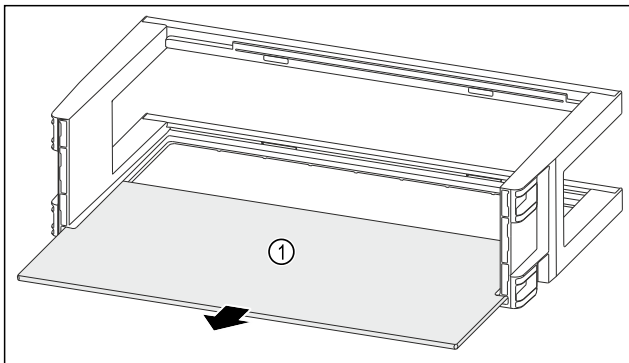

Fig. 91
- Извлеките съемную полку Fig. 91 (1).